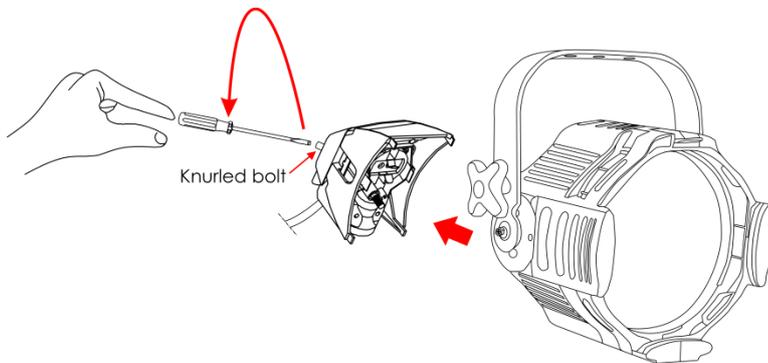

Abb. 04
- 02) Lösen Sie die Rändelschraube und entfernen Sie das Lampengehäuse (Abb. 04).